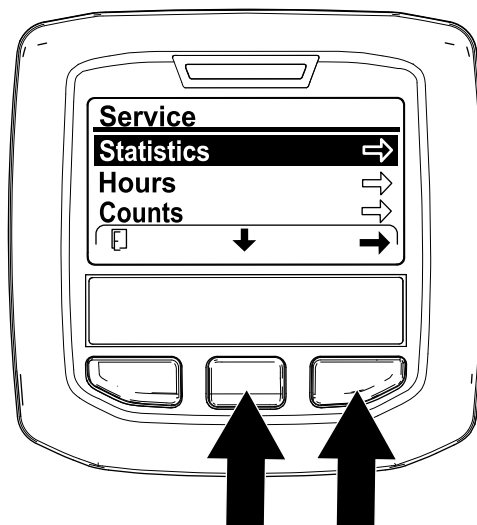

Figura 104
5. În ecranul SERVICE, apăsai butonul central InfoCenter până când este selectată opțiunea STATISTICS (Statistici) i apăsai butonul din dreapta (Figura 104).